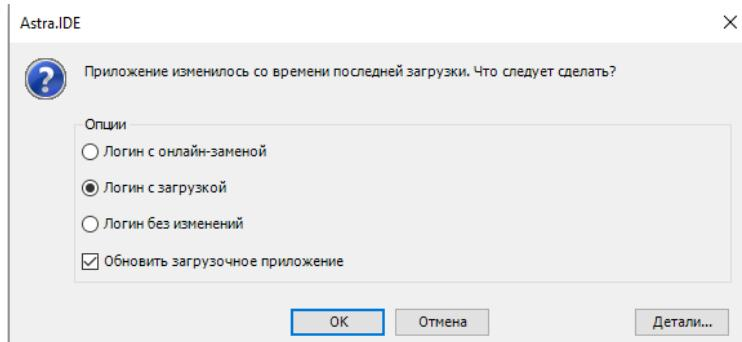

Рисунок 4.8 – Окно загрузки прикладного ПО
3.9. В окне загрузки прикладного ПО (рисунок 4.8) выбрать «Логин с загрузкой», установить галочку «Обновить загрузочное приложение» и нажать кнопку «OK».